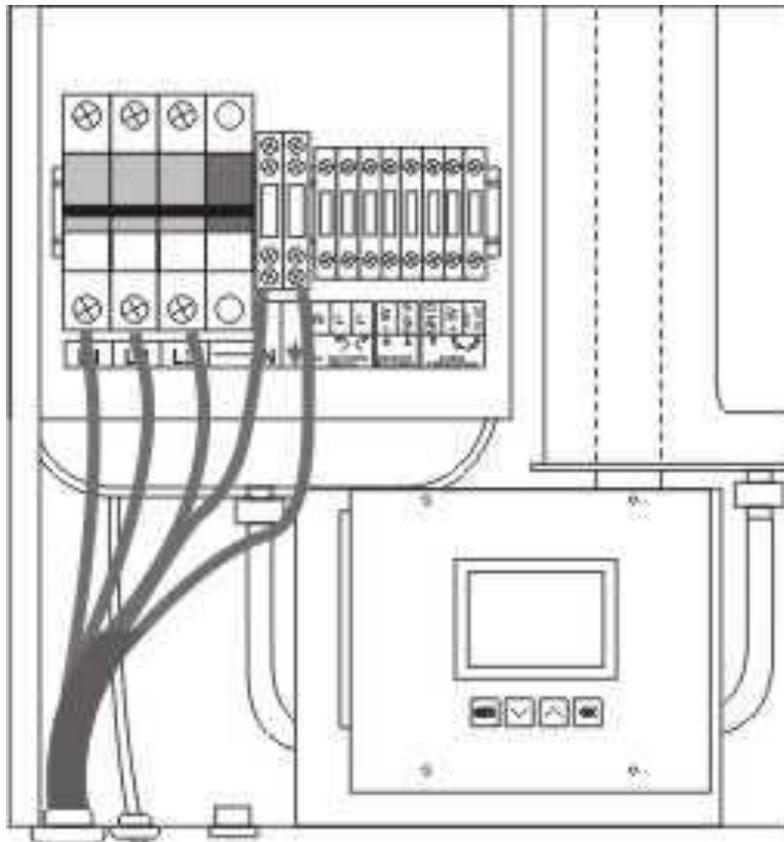

Abb. Nr. 7 Anschlußschema des Stromkabels
- Der Anschluß erfolgt gemäß Montageschema in Abb. Nr.7.
- Neutrale (Null) Leitung wird an die entsprechende Klemme (N) anzuschließen die sich auf der rechten Seite der Sicherung befindet mit Spannauslöser. Die Klemme der Nullleitung ist Blau.